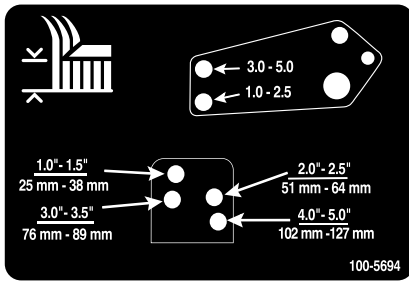

Bild 23
- Fluchten Sie die Löcher des Stoßdämpferlenkers mit den ausgewählten Löchern in der Schnitthöhenhalterung am Mähwerkrahmen aus, setzen die Lastösenbolzen ein und bringen die Splinte an (Bild 23).